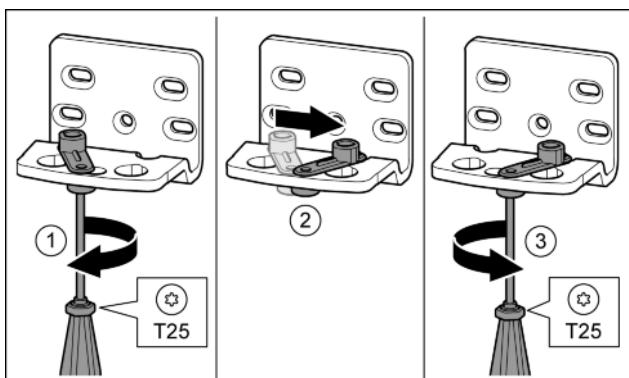

Fig. 12
- Отпустить винт отверткой T25. Fig. 12 (1)
- Приподнять фиксатор двери и, повернув на 90° вправо, вставить в отверстие. Fig. 12 (2)
- Затянуть винт отверткой T25. Fig. 12 (3)